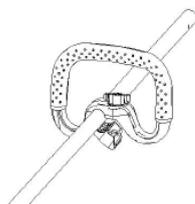

Fig.2
1. Empuje el asa sobre el tubo de transmisión, junte las partes superior e inferior, apriete el asa girando la perilla del mismo en el sentido de las agujas del reloj (Fig. 2 y 3).